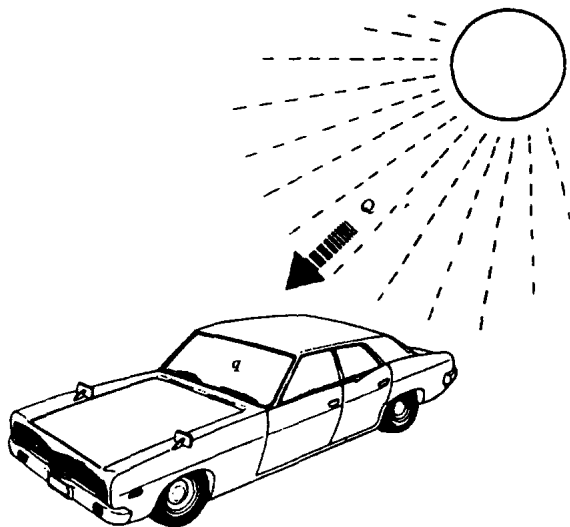

图 1-5 制冷负荷示意
(2)制冷负荷。为了把车室的温度和湿度保持在一定的范围内,必须将来自车外太阳的辐射热(用 Q 表示)和车室内人体发出的热量(用 q 表示)排除到大气中去。这两种热量的总和就叫做制冷负荷。制冷负荷示意如图 1-5。